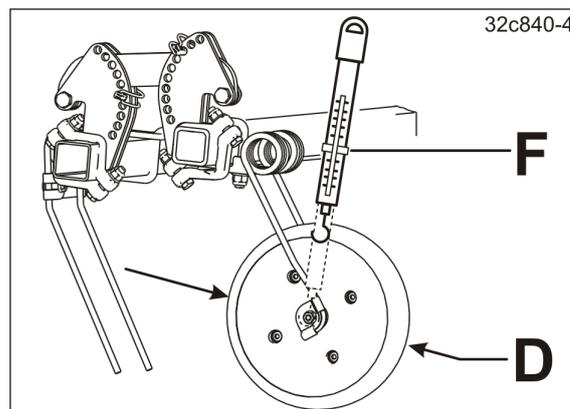

Рис. 200
6. Проверьте давление катков, например, с помощью пружинных весов (см. Рис. 200).